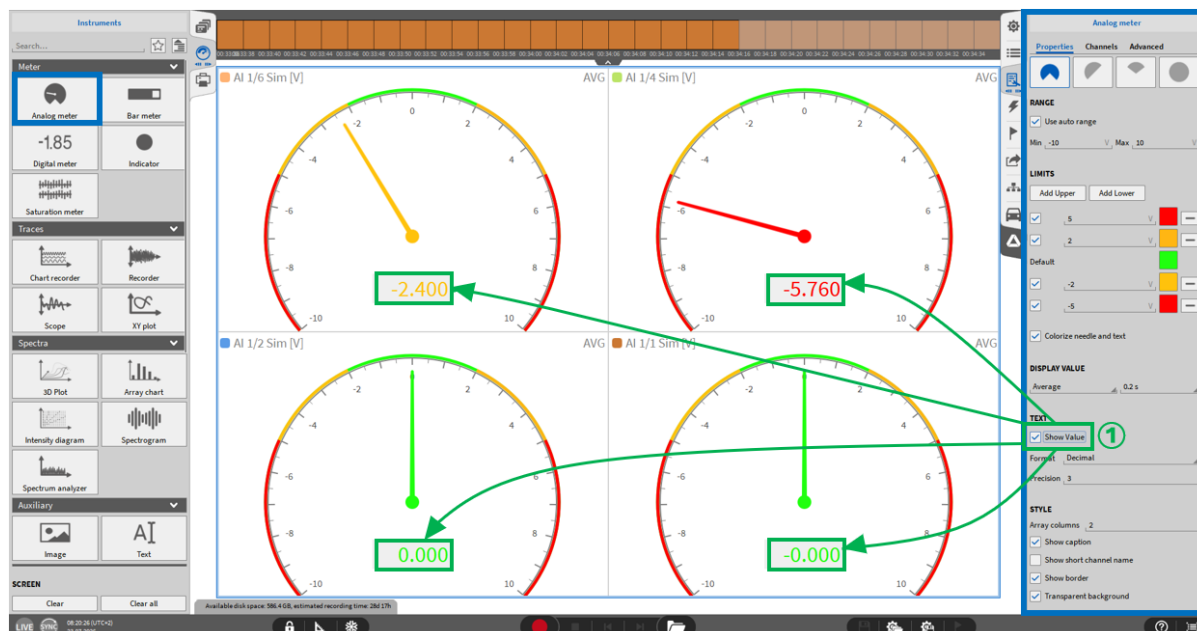

Abb. 8.8: Analoganzeige – Übersicht
- Grenzen: die Skala und die Anzeigenadel können nach definierten Grenzen eingefärbt werden. Es ist möglich, Farben für verschiedene obere und untere Grenzen sowie eine Defaultfarbe zwischen den oberen und unteren Grenzen zu definieren. (siehe Abb. 8.8)
- Wert anzeigen: Wenn die Checkbox für „Wert anzeigen“ aktiviert wird (siehe ① in Abb. 8.8), wird in der Analoganzeige zusätzlich der Wert in digitaler Form dargestellt.